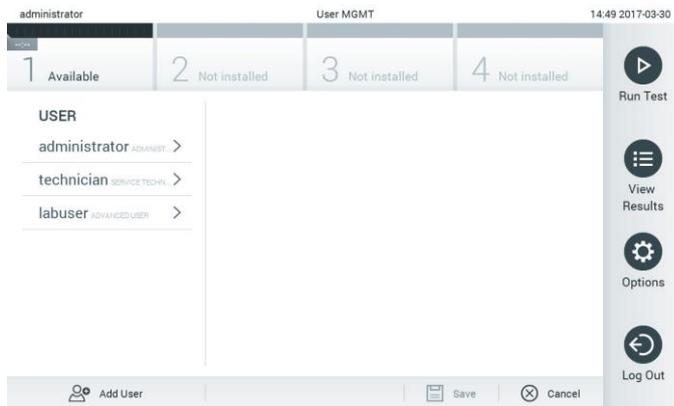

Figura 47. Pantalla User management (Administración de usuarios).
1. Pulse el botón Options (Opciones) y, a continuación, el botón User Management (Administración de usuarios) para configurar los usuarios. Aparecerá la pantalla User Management (Administración de usuarios) en la zona de contenido de la pantalla (figura 47).